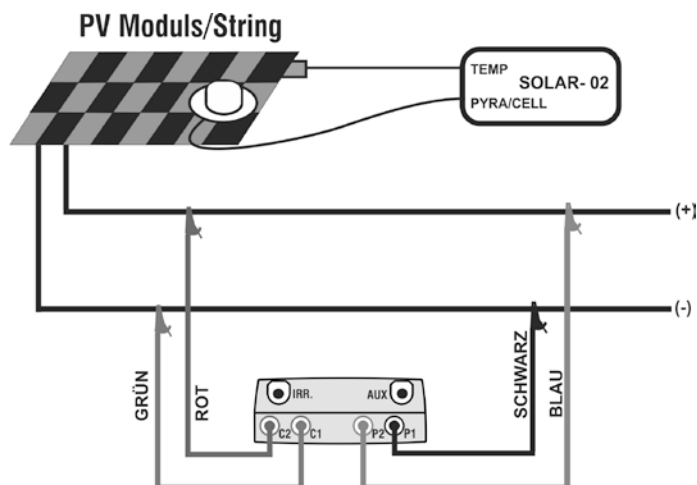

Abb. 11: Anschluss des Messgerätes an den String
23. Wie in Abb. 11 illustriert, schließen Sie das Messgerät ans PV Modul oder an den String an. Beachten Sie, dass der Minuspol des PV Moduls oder des Strings an den P1, C1 Messgeräte-Eingängen und deren Pluspol an den P2, C2 Eingängen angeschlossen werden muss. Im aktivierten **Auto** Modus wird das optionale Zubehör KITKELVIN empfohlen